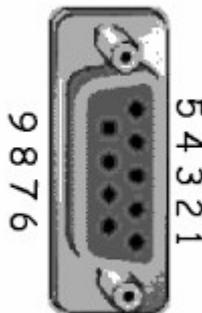

Fig.4: Connecteur câble moteur
Deux (2) câbles, équipés chacun d'un connecteur SUBD9, permettent le raccordement à l'assemblage mécanique. Pour le câble moteur et le câble signaux, les figures 4 et 5 montrent les connexions des SUBDs.